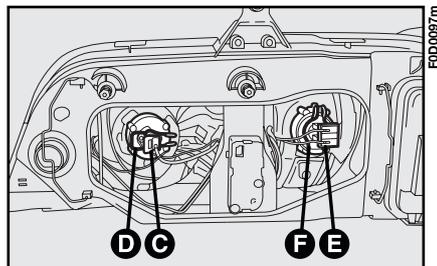

fig. 13
4) dégager la connexion **C** ou **E-fig. 13**;